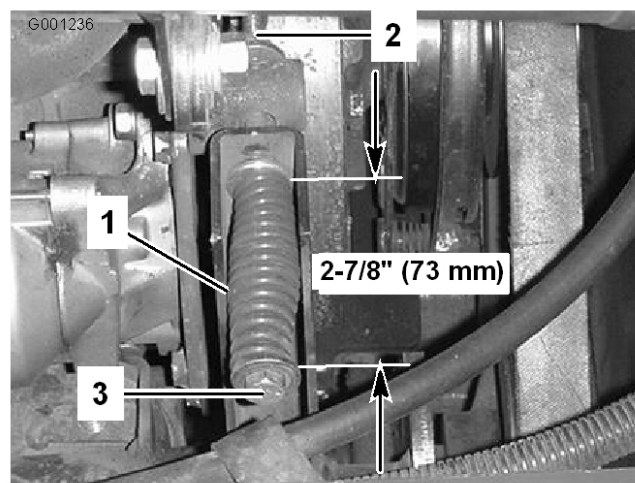

Figure 63
3. Desserrez l'écrou de blocage de la tige de tension (Figure 63).
4. À l'aide d'une clé de 1/2 pouce, serrez ou desserrez le ressort de tension de la courroie (Figure 63) pour obtenir une longueur de 73 mm.
4. À l'aide d'une clé de 1/2 pouce, desserrez complètement le ressort de tension de la courroie (Figure 63).
6. Montez la courroie de PDF neuve et tendez le ressort de poulie à 73 mm (Figure 63).
7. Serrez l'écrou de blocage (Figure 63) et fermez le capot.